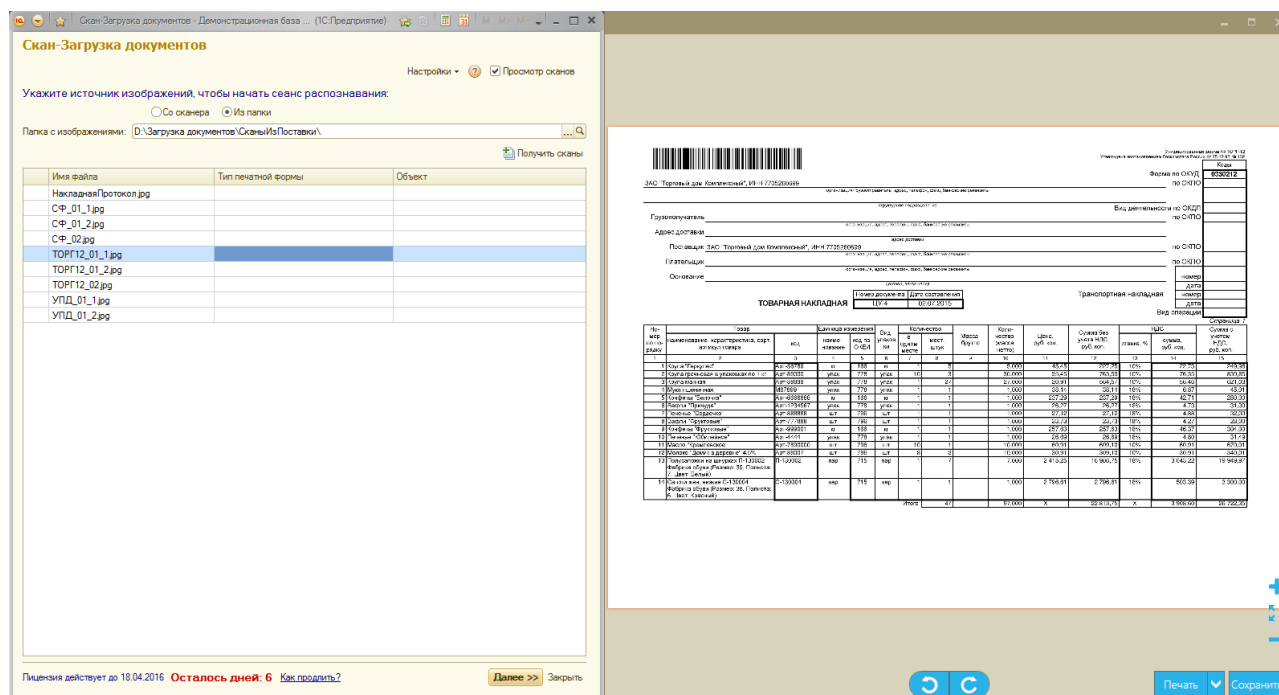

Рис. 38
1. Выберите источник сканов — переключатель «Со сканера» или «Из папки» (Рис. 38).
Для просмотра сканов можно включить флажок «Просмотр сканов» в правом верхнем углу формы (на Рис. 38 показана форма с уже включённым флажком). При включении этого флажка программа развернёт окно обработки на ½ экрана и разместит в левой половине экрана. В правой половине откроется специальное окно для просмотра текущего скана (Рис. 38).